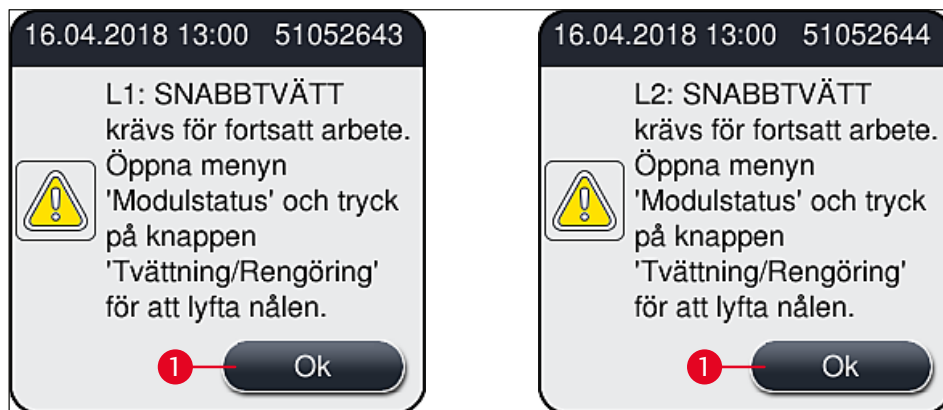

Bild 51
- ① När initieringsfasen är klar visas huvudmenyn (→ Bild 19) på skärmen och användaren får ett meddelande (→ Bild 51) om att en **Snabbtvätt** krävs för den täckglasappliceringsrad som används. Bekräfta meddelandet genom att trycka på **Ok** (→ Bild 51-1) och följ därefter de instruktioner som visas (→ Sida 119 – 7.3 Förbereda slangsystemet för tvättning och rengöring).